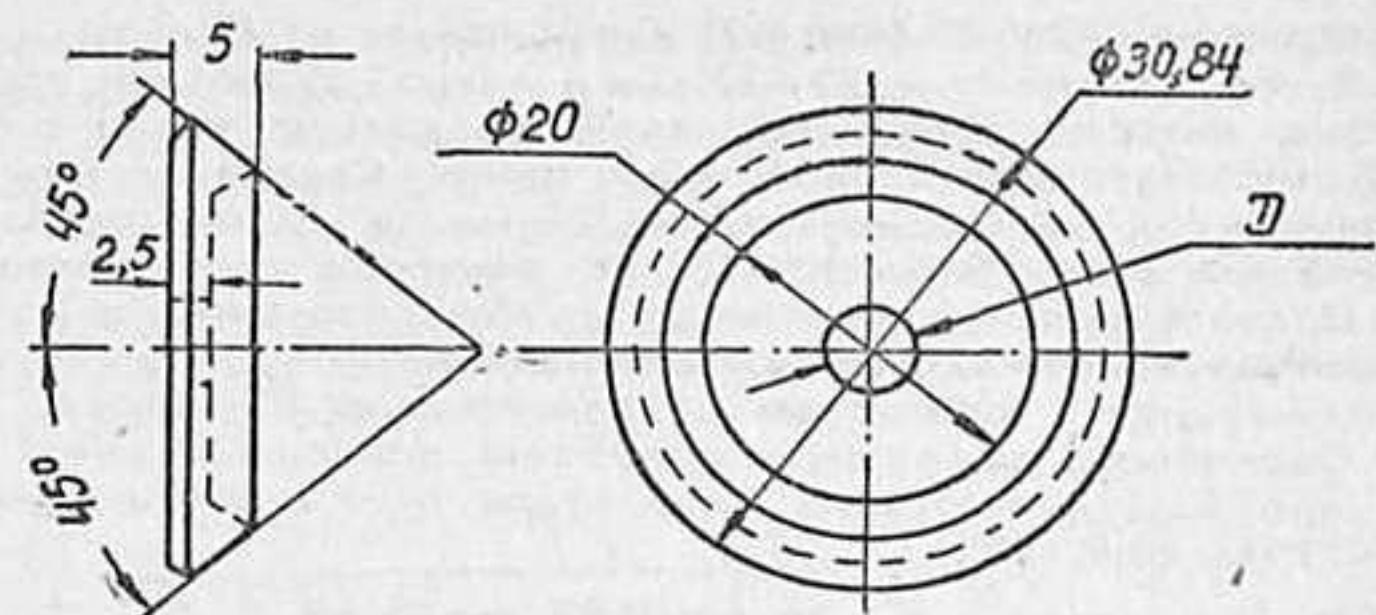

Рис. 11, дет. 2сб-1
**Ведомая шестерня (2сб-1).** Ее чертеж показан на рис. 11, она имеет  $d = 30$  мм,  $z = 50$  и  $\pi = 0,6$ .